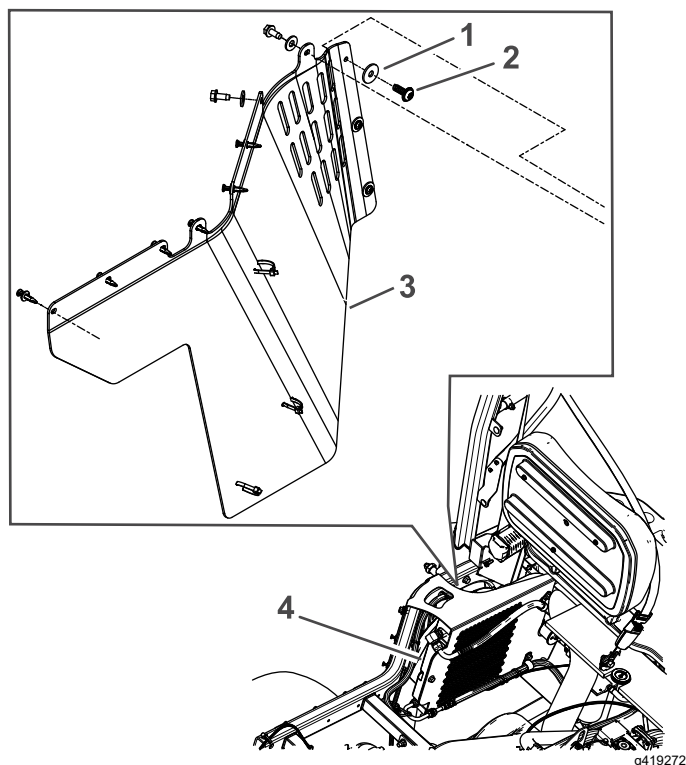
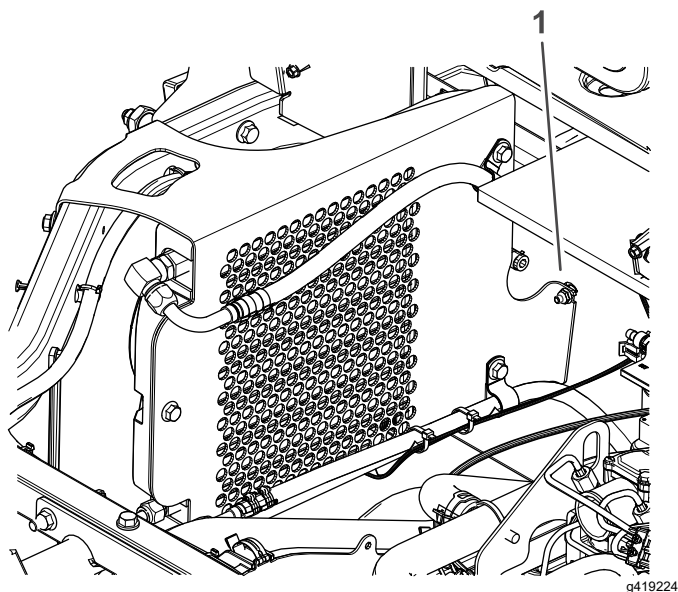

Figure 45
Figure 47
11. Depuis le dessous de la machine, installez les vis en plastique retirées précédemment sur le nouveau panneau et le panneau latéral du réservoir de carburant (Figure 45 et Figure 47). Serrez les vis en plastique à 2,25 N·m.
14. Insérez le support de condenseur entre le contre-écrou ($\frac{1}{4}$ ") et le cadre inférieur de la machine (Figure 47 et Figure 48).
15. Serrez le boulon de carrosserie ($\frac{1}{4}$ " x $\frac{3}{4}$ ") et le contre-écrou ($\frac{1}{4}$ ") ; voir la Figure 47 et la Figure 48.